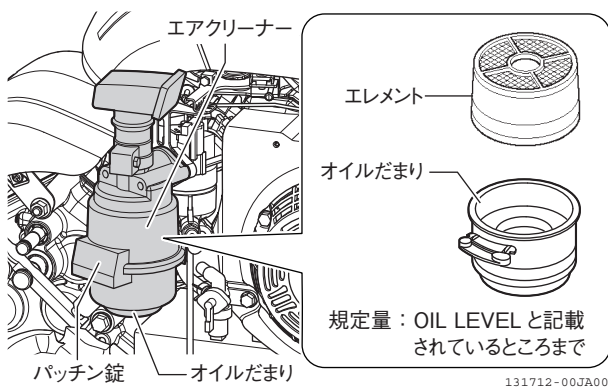

図 4-19 エアクリーナー
1. オイルだまりを固定している、パッチン錠を解除して、オイルだまりを外します。(図 4-19)
5. エレメントの上下方向を間違えないようにエアクリーナーへ入れ、オイルだまりを元通りに取り付けます。(図 4-19)